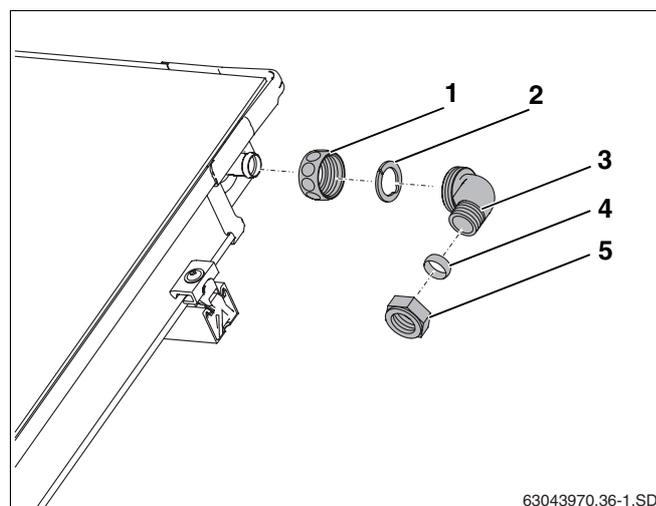

Fig. 57 Montage de la conduite de départ (sans purgeur sur le toit)
- Glissez l'écrou-raccord (fig. 57, **pos. 1**) sur le raccordement du capteur.
- Placer la rondelle de serrage (fig. 57, **pos. 2**) derrière le renflement du raccordement de capteur et serrer l'un contre l'autre.
- Appuyer l'équerre avec le raccord-union par anneau de serrage (fig. 57, **pos. 3**) contre le raccordement, positionner et visser avec l'écrou-raccord.